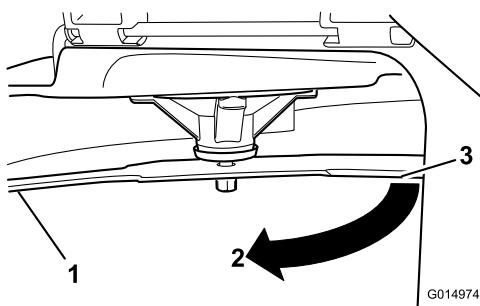

Рисунок 58
3. Измеренное расстояние между ножом и поверхностью (A)
4. Поверните тот же нож на 180 градусов, чтобы теперь его противоположная режущая кромка была в том же положении (Рисунок 58).